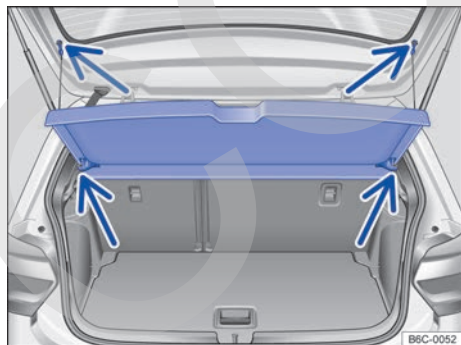

Fig. 112 En el maletero: desmontar y montar la bandeja trasera.
- Desprender los cordones de retención del soporte de la tapa trasera → **fig. 112** (flechas superiores).
- Retire la bandeja trasera hacia atrás y hacia afuera de los soportes laterales → **fig. 112** (flechas inferiores).
- Empuje la bandeja trasera hacia adelante, introduciéndola en los soportes laterales → **fig. 112** (flechas inferiores).
- Encajar los cordones de retención en la tapa trasera → **fig. 112** (flechas superiores).